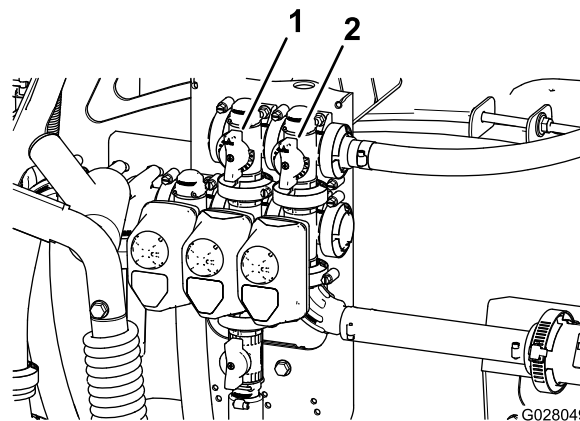

图 24
11. 调节搅拌阀背面的搅拌旁通阀图 24 直至压力表上的读数为 6.9bar(100 psi)。
9. 调节主喷洒臂段旁通阀手柄控制药缸中的搅拌量图 24。